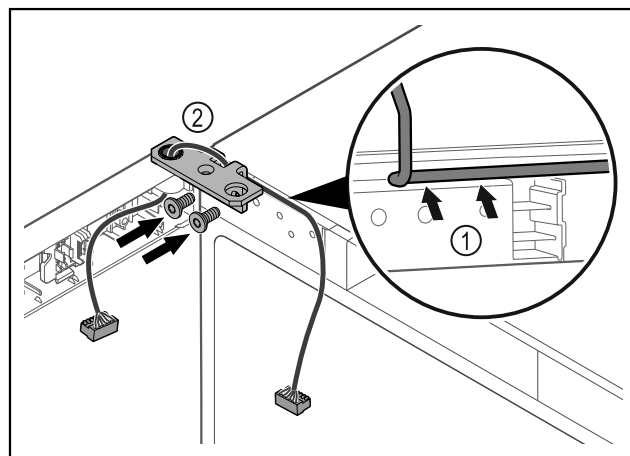

Fig. 41
- Περάστε το καλώδιο μέσα από το άνοιγμα της γωνίας μεντεσέ και τοποθετήστε το προσεκτικά Fig. 41 (1).
- Βιδώστε τη γωνία μεντεσέ Fig. 41 (2).